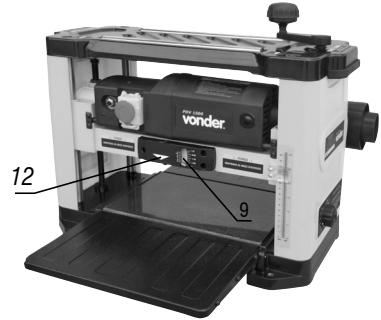

Fig. 6 – Indicador de eliminación de material
- Asegúrese de que la pieza quede por debajo del indicador de extracción de material (12). Compruebe el valor indicado que desea quitar en la escala de extracción de material (9) (Fig. 6).